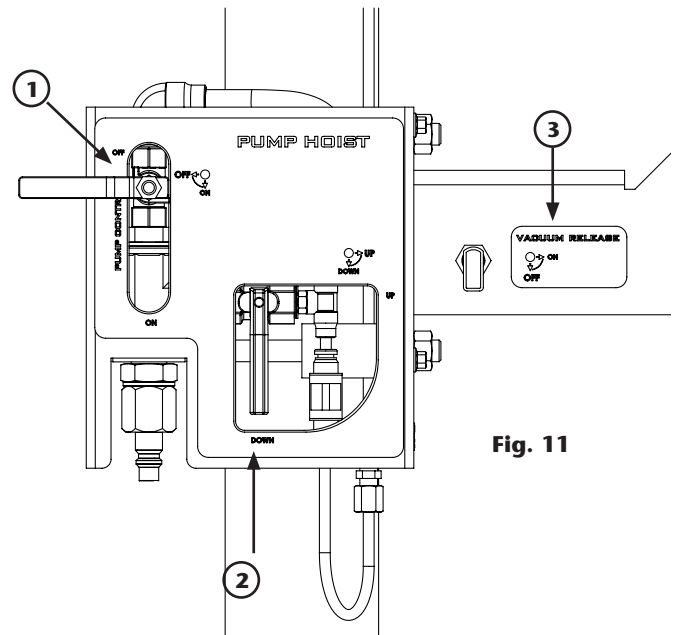

Fig. 11
1. Compruebe que la palanca del armario de control se encuentra en la posición "UP" (2) (fig. 11).
4. Mueva la palanca del armario de control a la posición "DOWN" (abajo) (2) (fig. 11).
1. Arranque la bomba colocando la válvula de control "Pump Control" en la posición "ON" (1) (fig. 11).
4. Mueva la palanca del armario de control a la posición "UP" (arriba) (2) (fig. 11). En esta posición el cilindro sube el equipo. Si el equipo incluye el plato seguidor, abra la válvula de soplado y una corriente de aire entra en el bidón para empujar al plato seguidor (3) (fig. 11).
6. Si dispone del plato seguidor cierre la válvula de paso de aire (3) (fig. 11).